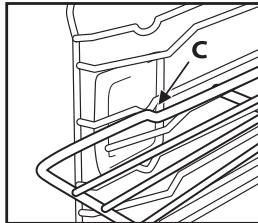

Fig. 3
3. Coloque nuevamente la parrilla en posición horizontal y empújela hasta el fondo "C" (Fig. 3).